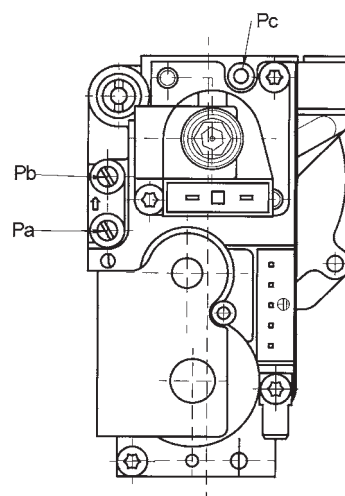

Figura 13
- conectar la toma de presión positiva de un manómetro diferencial, posiblemente de agua, a la toma de presión (**Pb**) de la válvula del gas (figura 13). Conectar la toma negativa del mismo manómetro a un especial "T" que permita conectar entre ellos la toma de compensación de la caldera, la toma de compensación de la válvula del gas (**Pc**) y el manómetro mismo. (Se puede efectuar una medición equivalente conectando el manómetro a la toma de presión (**Pb**) y sin el panel frontal de la cámara estanca);
- Comprobar que la presión dinámica de alimentación de la caldera, medida en la toma de presión (**Pa**) de la válvula del gas (Figura 13), sea la correcta (**37 mbar** el gas **propano** ó **20 mbar** el gas **natural**).
- Mantenga pulsada la tecla **R** durante unos 6 segundos. Cuando la función está activada, la pantalla visualiza la indicación **"A00"** (...**"A08"**) alternada al valor correspondiente (figura 13);